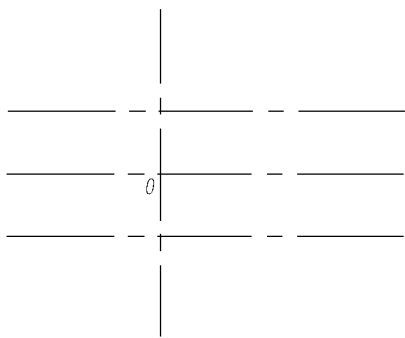

图 2-33 绘制主要辅助线
(4) 打开极轴追踪、对象捕捉及自动追踪功能。指定极轴追踪角度增量为 90° ；设定对象捕捉方式为“端点”、“交点”；设置仅沿正交方向自动追踪。
(5) 切换到中心线层，用“构造线”Xline 命令在屏幕的坐标原点绘制一条水平和一条垂直辅助线。按回车键重复上一步命令，从已有图形的原点 O 分别垂直向上和向下偏移 13 个单位，绘制两条平行的水平辅助线，如图 2-33 所示。